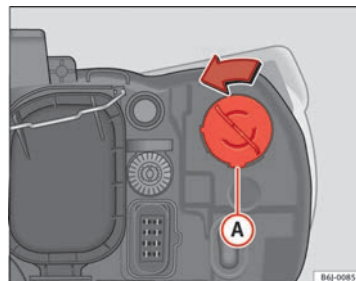

Abb. 157 Blinklicht ►
- Drehen Sie den Lampenträger ⇒ Abb. 157 **A** nach links und ziehen Sie.